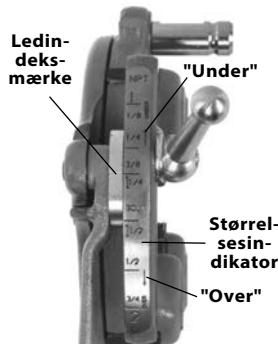

Figur 6 – Isætning af bakker
- Løft skivens tunge ud af åbningen i størrelsesindikatoren. Flyt skiven til enden af åbningen (figur 6).
- Isæt de rette bakker i skære hovedet med kanten med tal opad, så indikatorlinjen flugter med skære hovedets kant (se figur 6). Tallene på bakkerne skal svare til tallene på gevindskære hovedåbningerne. Udsift altid bakkerne i sæt – undgå at blande bakker fra forskellige sæt.